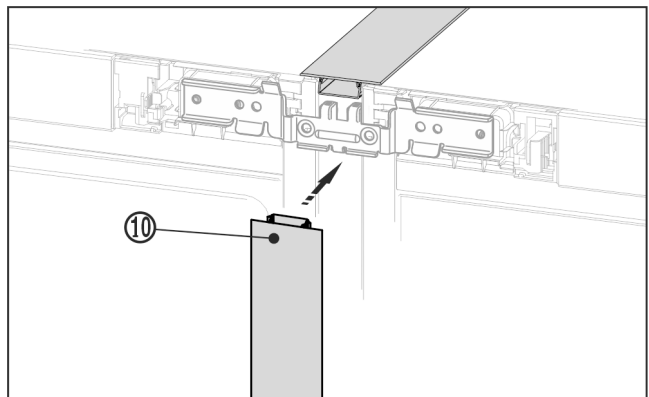

Fig. 23 \*
- Nyomja az első oldalon a hosszú fedőlécet Fig. 23 (10) a függőleges nyílásba. Ügyeljen arra, hogy a lécc az összekötő lemezen álljon.\*